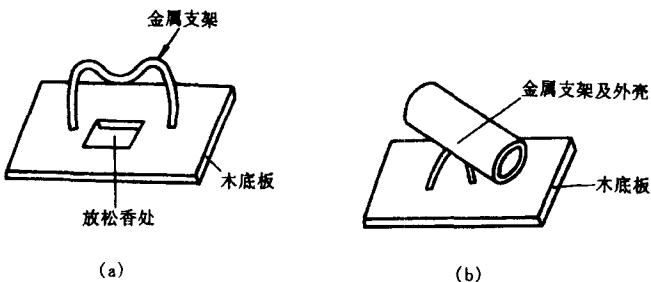

图 1-1 电烙铁支架示意图
② 新买来的电烙铁要先搪锡，具体方法是：用锉刀将烙铁头锉一下。使之露出铜芯，然后通电，待电烙铁刚有些热时，将烙铁头接触松香，使之粘些松香，待电烙铁全热后，给烙铁头吃些焊锡，这样电烙铁头上就搪了焊锡。
③ 通电后的电烙铁在较长时间不用时，要拔下电源引线，不要让它长时间热着，否则会烧死电烙铁。当烙铁烧死后，烙铁头不能含锡，此时要再用锉刀锉去烙铁头表面的氧化物，再搪上焊锡。
④ 自己的电烙铁不要借给他人，如果他人将电烙铁损坏（指存在漏电等故障）后还来，而在自己不知道的情况下通电使用会出危险。若借给他人，还回后应作安全等检查。
⑤ 在修理中，要养成一个良好的习惯，即电烙铁要放置在修理桌上的某一固定位置，不能随便乱放，否则若将拆下的部件如机器外壳放到已加热的电烙铁上，将造成机壳损坏。
⑥ 做一个电烙铁支架，如图 1-1 所示，图(b)所示支架更适合于冬天使用，铁壳的圆筒外壳有利于保温。底板要用木质的，以绝热。底板中间开一个凹坑，以放助焊剂松香。